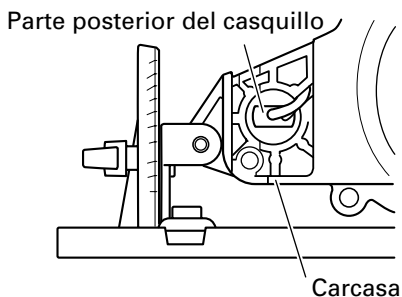

Fig. 23
- (2) Presione la parte posterior del casquillo y extraiga juntos éste y la lámpara de la carcasa. (Fig. 23)
- Cuando fije el casquillo a la carcasa, alinéelo con el orificio de ésta observando la parte posterior del casquillo como se muestra en la Fig. 23, e inserte el casquillo hasta que choque ligeramente contra dicha carcasa.